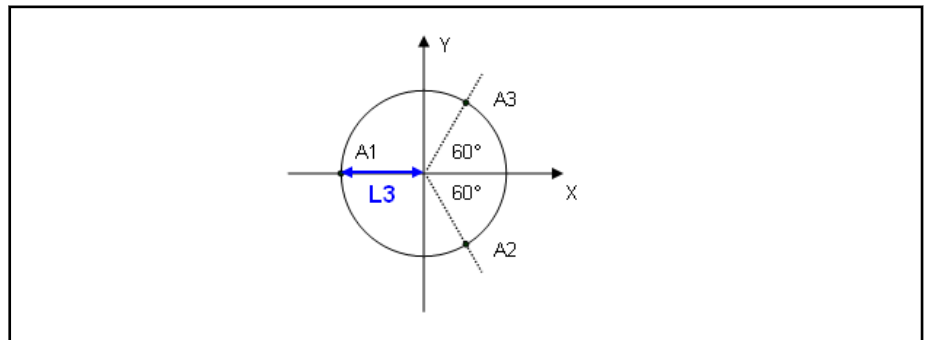

Abb. 4-20: Radius L3 der Motorhalterung und Koordinatensystem (X-Y Ansicht)
- L_3 ist der Radius des durch die 3 Motorspindeln (bzw. Getriebe) gebildeten Umkreises, gemessen an den Rotationsmittelpunkten der Arme (siehe Abb. 4-20 "Radius L_3 der Motorhalterung und Koordinatensystem (X-Y Ansicht)" auf Seite 135).